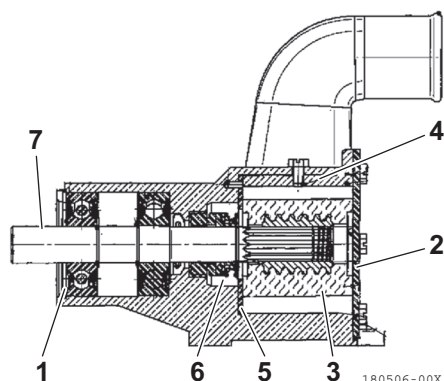

Figura 18
3. Rimuovere l'anello elastico (**Figura 18, (1)**).
4. Rimuovere il coperchio terminale (**Figura 18, (2)**), quindi rimuovere la girante (**Figura 18, (3)**), la camma (**Figura 18, (4)**), la piastra di usura (**Figura 18, (5)**) e la guarnizione (**Figura 18, (6)**).
5. Spingere il kit albero (**Figura 18, (7)**) dal lato del coperchio terminale per rimuoverlo.
10. Installare la girante (**Figura 18, (3)**), la camma (**Figura 18, (4)**), la piastra di usura (**Figura 18, (5)**) e la guarnizione (**Figura 18, (6)**) dal lato in cui era installato il coperchio terminale.
11. Installare il coperchio terminale (**Figura 18, (2)**).